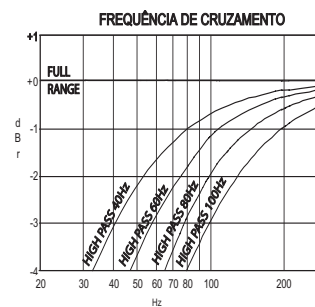

FIGURA 8
**9. Biamplicação (selecção da frequência de cruzamento):** Se utilizar colunas tipo concha mais pequenas em conjunto com um subwoofer potente (consulte Comandos e ligações do painel traseiro na secção **PRE OUT 2**), pode configurar a frequência de cruzamento da coluna de maneira a corresponder à resposta de graves das colunas. Carregue no botão **biamplicação** para percorrer a sequência de filtros. Se carregar durante mais de um segundo percorre as frequências de cruzamento, uma a uma, pela ordem seguinte; BIAMP CROSSOVER FULL RANGE, HIGH PASS 40 Hz, HIGH PASS 60 Hz, HIGH PASS 80 Hz, HIGH PASS 100 Hz e depois volta a FULL RANGE. Para parar a sequência, solte o botão **biamplicação**. Consulte na figura 8 o diagrama com exemplos da resposta de frequência de cruzamento. Para ligar um subwoofer consulte Controlos e ligações do painel traseiro na secção **PRE OUT 2**.